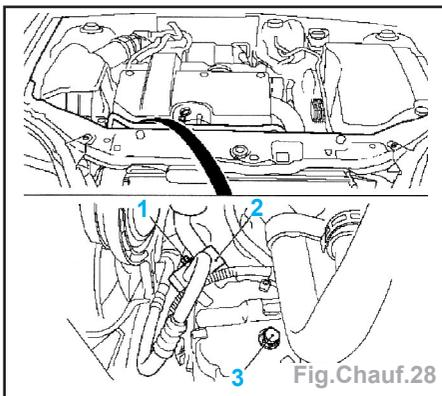

Fig.Chauf.28
- Démontez la conduite de réfrigérant (vis **1**) (Fig.Chauf.28).